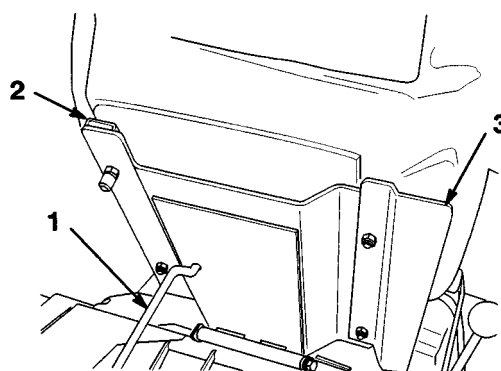

図 2
3. ロックナット（5/16-18；付属部品）でシートスライドと座席をサポートに固定する。シートカバーが、図2のように右側にくるように取り付ける。